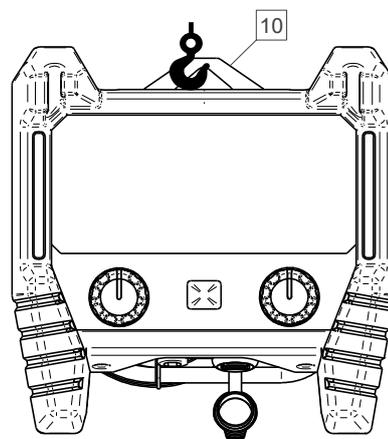

Рисунок 6
- Скоба [10] используется для подвешивания устройства RC (Рис. 6)